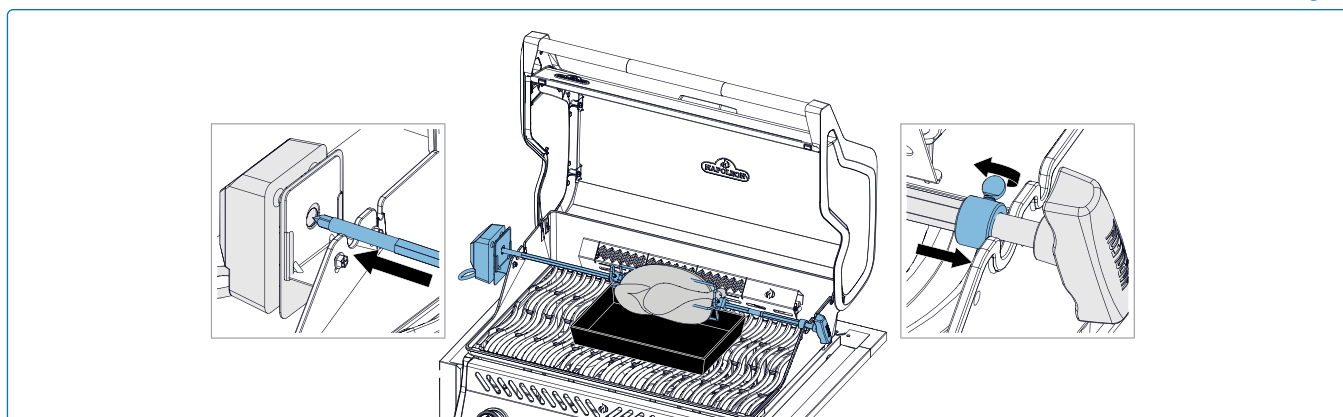

Fig. 5
4. Insérez soigneusement l'extrémité pointue de la broche dans le moteur de la rôtissoire et placez l'autre extrémité sur les supports. Le côté le plus lourd de la viande pendra naturellement vers le bas pour équilibrer la charge (**Fig. 5**).
5. Faites glisser la bague d'arrêt sur la broche jusqu'à ce qu'elle dépasse l'intérieur du couvercle. Cela empêchera le mouvement latéral de la broche (**Fig. 5**).
6. Serrez la bague d'arrêt et la poignée de la broche. Placez un plat métallique sous la viande pour recueillir les jus (**Fig. 5**).